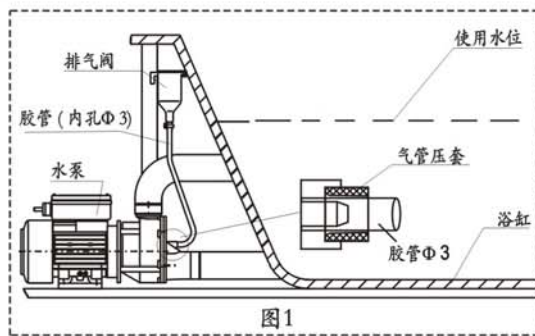
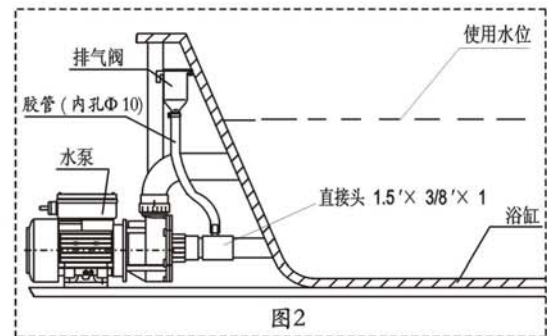

图1
图2
(图1)泵盖下进水带采样孔安装。(图2)泵盖中心入水需另配带采样孔的直接头安装。
- 3) 胶管与泵盖进水口采样嘴联接(见图1、图2)
- ① Φ3胶管联接: 气管压套套入气管(注意方向)，气管插入采样嘴(注意要插到底)，在气管压套外圆涂少许胶水(502胶水)，压入气管压套。
- ② Φ10胶管联接: 粘接进水口采样接头，采样嘴上，采样嘴外圆涂PVC胶水，插入采样管，用尼龙扎带或管夹绑紧。